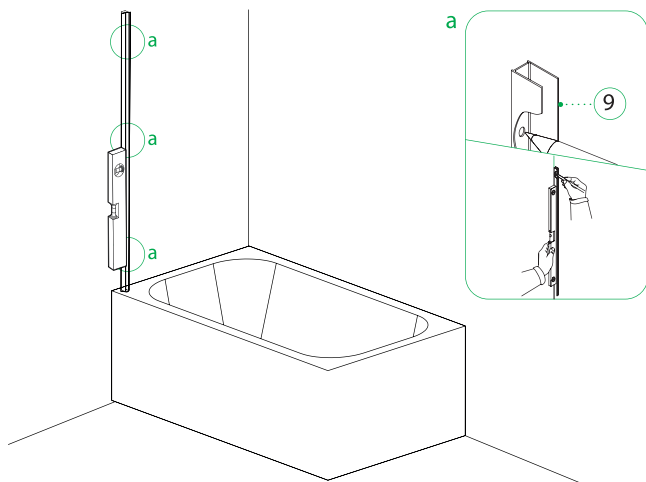

Рис. 4/4-сур.
1. Приложите пристенный профиль (9) к стене, выровняйте по уровню и произведите разметку отверстий для шурупов (рис. 4).